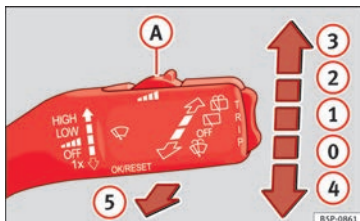

Bild 69 Vindrutetorkarspak.
Vindrutetorkarspaken » bild 69 har följande lägen:
- Om bilen stannar när torkarhastighet ② » bild 69 eller ③ är vald, går hastigheten automatiskt ner ett steg. Den inställda hastigheten återupptas när bilen kör igen.